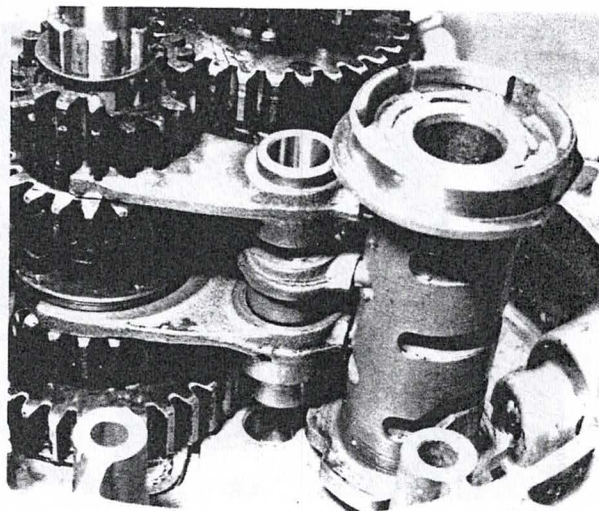

Bild 68
- Die Schaltwalze in das Kurbelgehäuse einsetzen (Bild 68) und die drei Schaltgabeln einbauen, als erste jene für den 3. und 5. Gang. Die Führungsbolzen müssen in die entsprechenden Nuten der Schaltwalze eingreifen. Dann wird die Schaltgabel des 1. und 2. Ganges eingesetzt, wobei die Schulter in die Bohrung der bereits eingebauten Gabel zu liegen kommt. Zuletzt die Gabel des 4. Ganges mit der Schulter nach oben einbauen. Diese letzte Gabel kann auch umgekehrt eingesetzt werden, aber so kann die Schaltung nicht funktionieren.